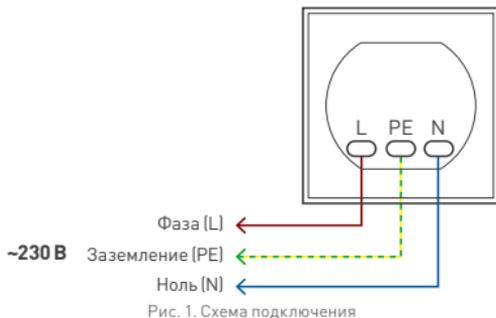

Рис. 1. Схема подключения
- 3.5. Подключите провода сетевого питания AC 230 В к контактам розетки в соответствии со схемой (рис. 1): L (фаза) — коричневый, N (нейтраль) — синий, PE (заземление) — желто-зеленый.